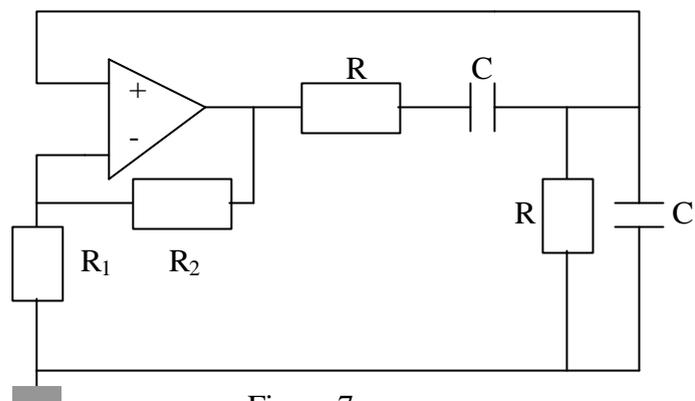

Figure 7
2. On considère l'oscillateur à pont de Wien de la figure 7.